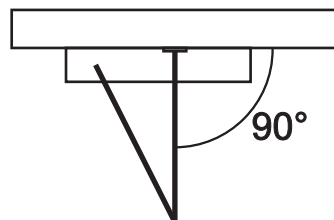

Рисунок 4
3. Закрепите регулируемую часть рычага шурупами (или винтами) из комплекта. Выберите длину регулируемого рычага таким образом, чтобы после соединения, регулируемая часть была перпендикулярна дверной коробке (рисунок 4).